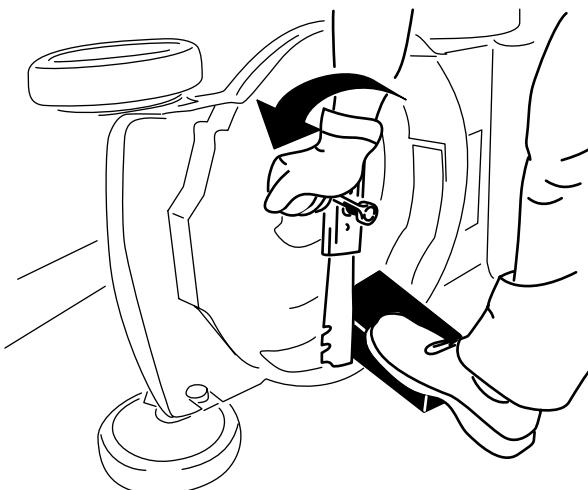

図 28
3. 角材などを使ってブレードをしっかり保持する図 28。
4. ブレードを取り外す。外したボルト類はすべて保管する図 28。